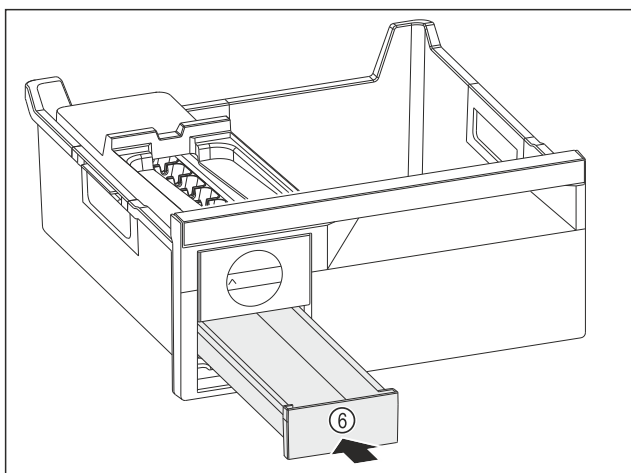

Fig. 83
- ▶ Wsunąć szufladę na kostki lodu Fig. 83 (6).